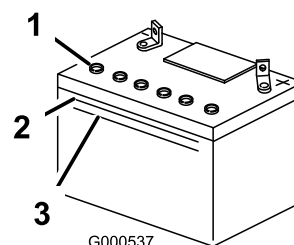

図 55
3. バッテリーを側面から見て液の量を確認する。電解液が **上の線** まであればよい 図 55。バッテリー液の量が下の線より下がらないように管理する 図 55。
5. バッテリーの各セルのキャップを外す 図 55。
6. 液量が上の線に達するまで 図 55、各セルに蒸留水をゆっくりと補給する。
7. 各セルに補給した後、5-10分待って液量がバッテリーケースの**上の線** 図 55に届かなければ蒸留水を足す。